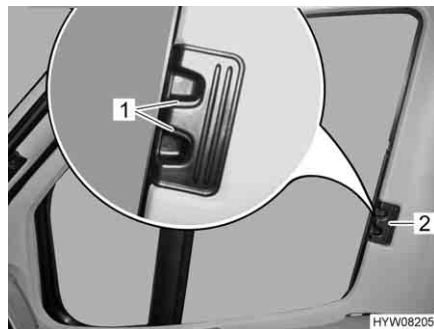

Fig. 76 Dispositif occultant plissé pour la fenêtre côté conducteur/passager
- Presser les poignées de déverrouillage (Fig. 76,1) et les maintenir pressées.
- Tirer les dispositifs occultants plissés pour les fenêtres côté conducteur et côté passager par la poignée (Fig. 76,2) vers l'autre côté de la fenêtre et les rassembler au niveau de la piste magnétique.
- Pousser les dispositifs occultants plissés pour les fenêtres côté conducteur et côté passager jusqu'à la butée au niveau de la poignée (Fig. 76,2).
- Lâcher les poignées de déverrouillage (Fig. 76,1) et les faire s'enclencher.